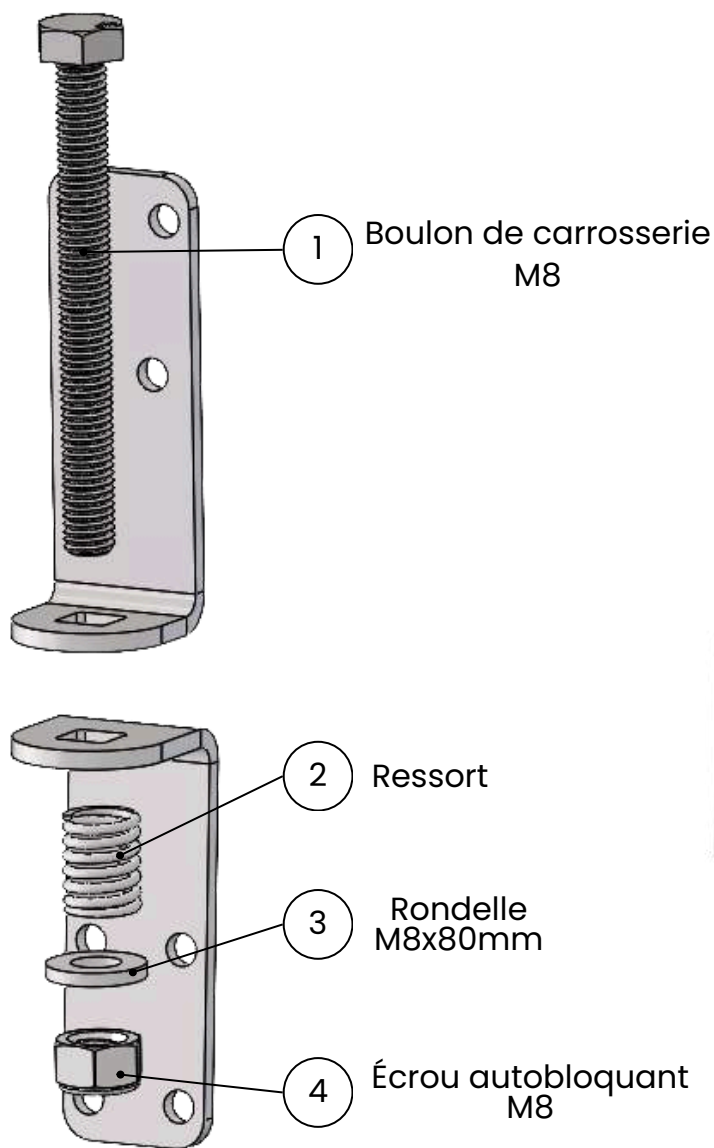

figure 17
1. Installer les composantes dans l'ordre indiqué sur le schéma (**figure 17**).